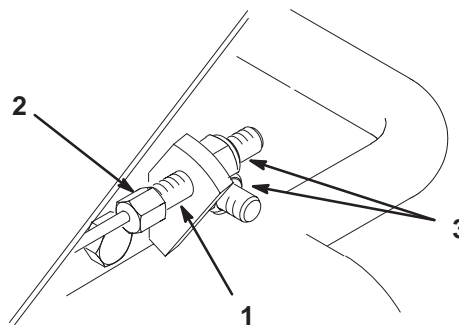

Figure 52
1. Pour tendre le câble, immobilisez son extrémité hexagonale avec une clé à fourche et agissez sur l'écrou avec une autre clé (Fig. 52).